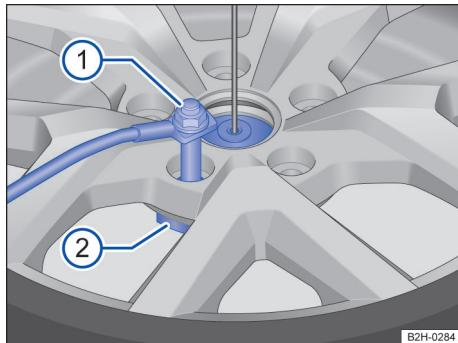

Fig. 188 Roda sobressalente ou roda de emergência: soltar o parafuso de segurança.
Legenda para Fig. 188:
- Gire o parafuso de segurança com a chave da roda no sentido anti-horário e tire-o do suporte do aro → Fig. 188 ①.
- Girar o parafuso de segurança → Fig. 188 ① no sentido horário no suporte do aro.